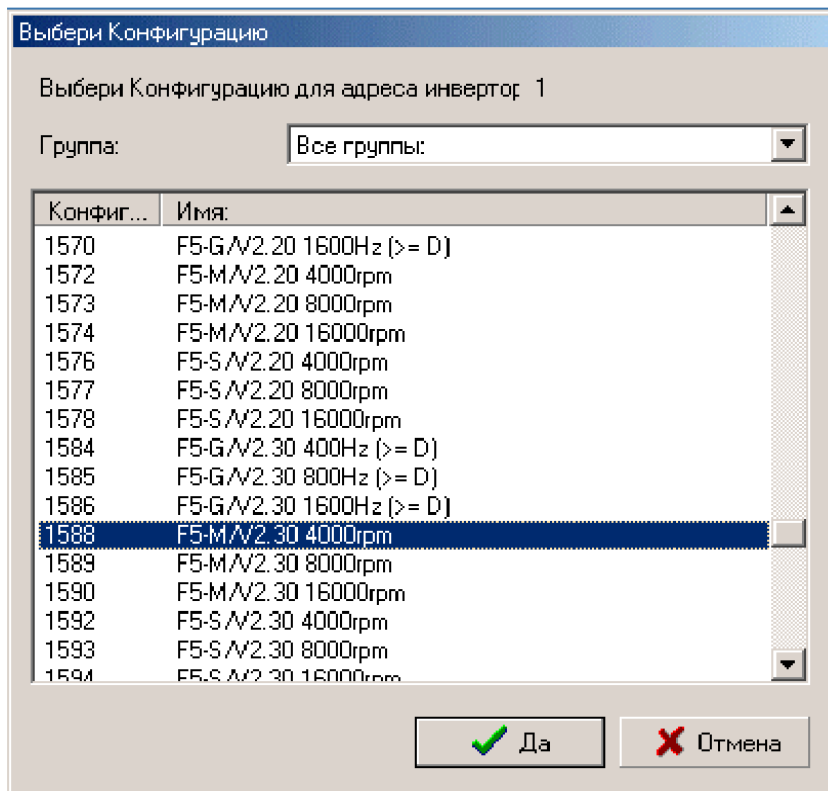

Рисунок 9
2.4 Выбор конфигурации инвертора осуществляется из соответствующего меню (рис. 9). Для удобства выбора все устройства поделены на группы: